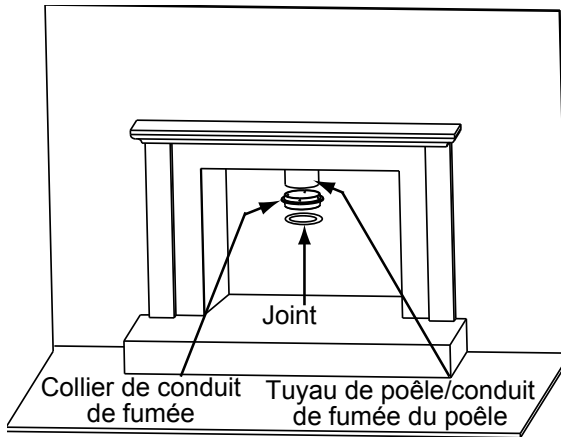

Figure 19.1
1. Il y a 4 trous pré-perçés dans la buse séparés de 90 degrés. Attachez la buse au conduit du poêle. Si le joint n'est pas en bon état, utilisez du mastic pour hautes températures **Figure 19.1**.